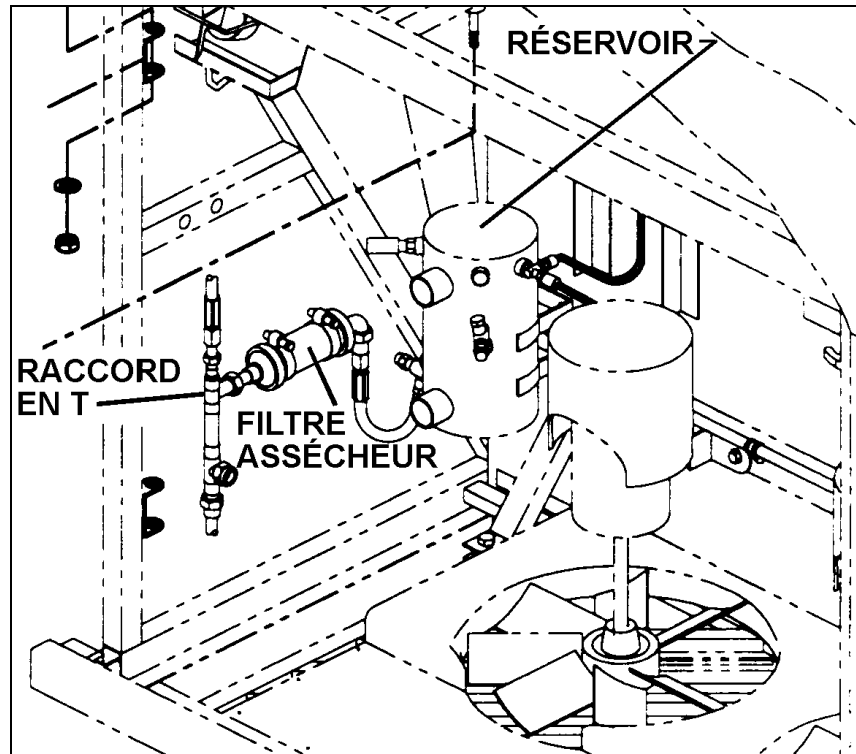

FIGURE 4: RÉSERVOIR DU COMPARTIMENT DU CONDENSEUR
9. Démontez le filtre assécheur de la paroi et la bride de fixation du raccord en T (figure 4).